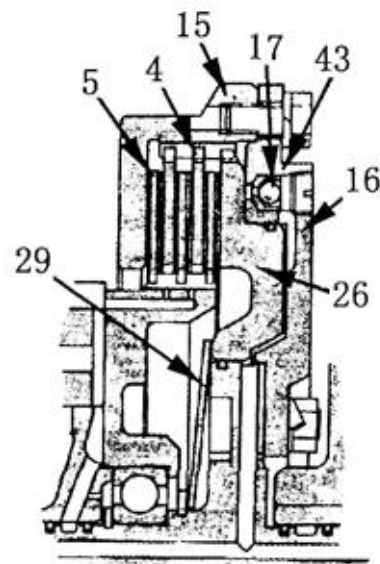

Рис. 5-30
Если под действием центробежной силы прекращается подача масла из регулировочного клапана, шаровой обратный клапан (17) будет двигаться по направлению стрелки на Рис. 5-30. На данном этапе, отверстие клапанной коробки открывается и масло спускается.